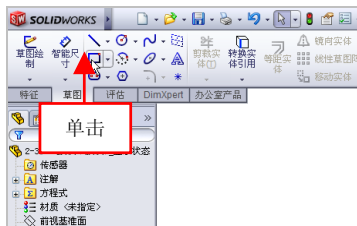

图 2-34 单击【边角矩形】按钮
(2) 在【草图】选项卡中,单击【边角矩形】按钮,如图 2-34 所示。